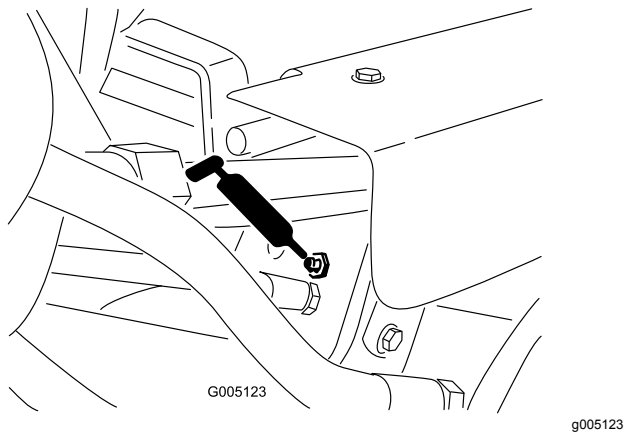

Figura 32
- Cilindros de elevação (3) (Figura 32)